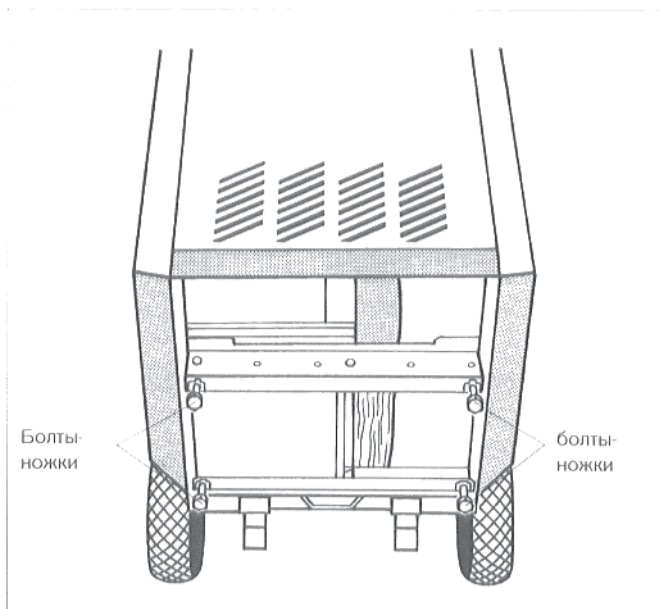

Рис. 5: котел снизу
- Ввинтить четыре болта-ножки до 5-10 мм снизу в шину (рис. 5).